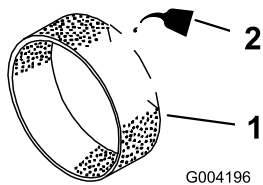

图45
- 在预滤器上倒入 29.6ml 或 59.2ml 机油（图45）。